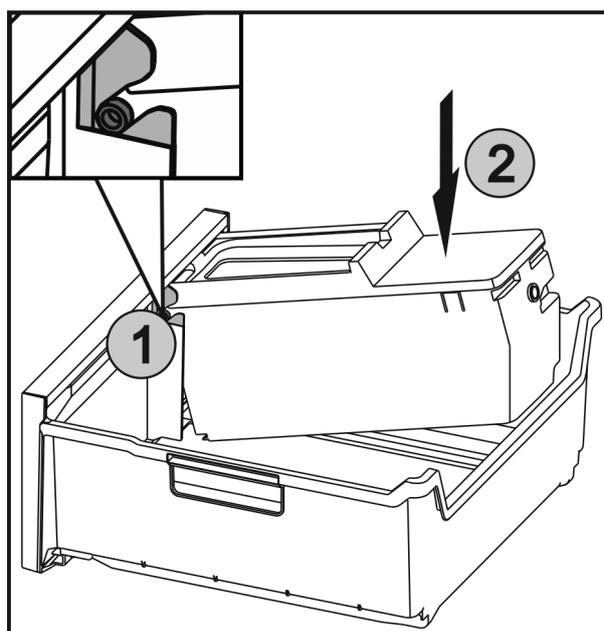

Fig. 31
- ▶ Insérer les axes *Fig. 31 (1)* sur l'EasyTwist-Ice dans les guides et appuyer sur le côté arrière *Fig. 31 (2)* jusqu'à ce que la languette s'enclenche.